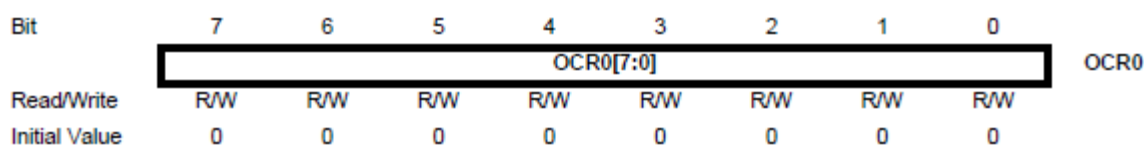

Рисунок 2.4 – Регістр порівняння OCR0
- регістр порівняння OCR0 (рис. 2.4);